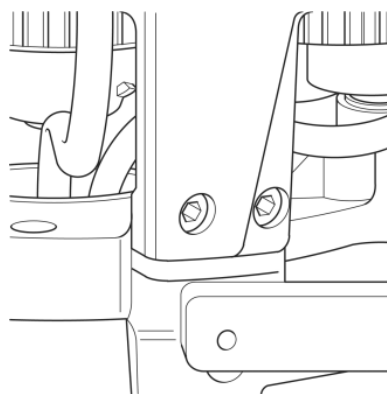

图 22
- 4.3.6 用螺丝将分接选择器和油室基底连接起来：共 6 个 M12 内六角螺栓，8 号扳手，锁垫在外侧，螺母在内侧，扭紧力矩 60Nm(图 22)。